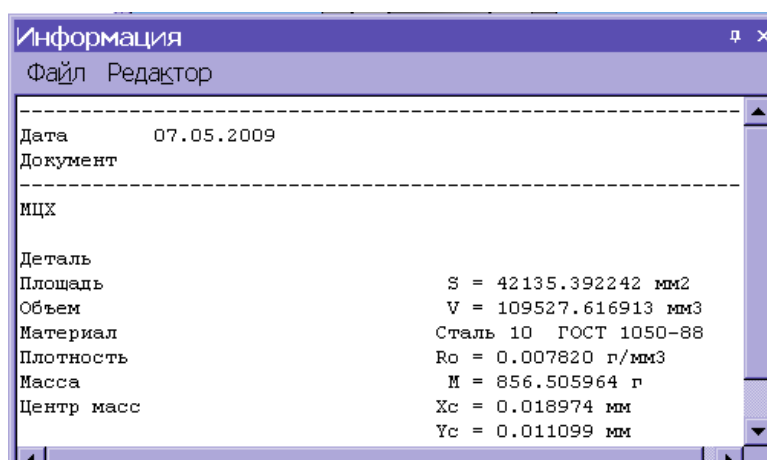

Рис.6 Окно МЦХ детали
14. Сохраним этот файл. Посмотрите массо-центровочные характеристики и найдите центр тяжести детали. Для этого применим команду **Сервис – МЦХ детали** (рис.6).